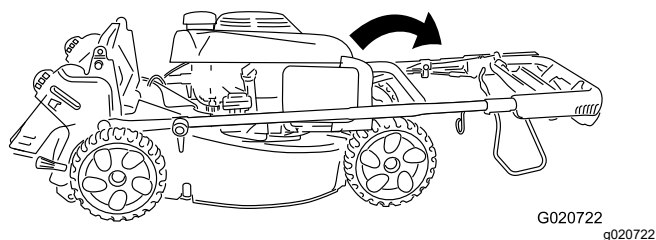

Figura 22
2. Gire el manillar entero hacia adelante (Figura 22).